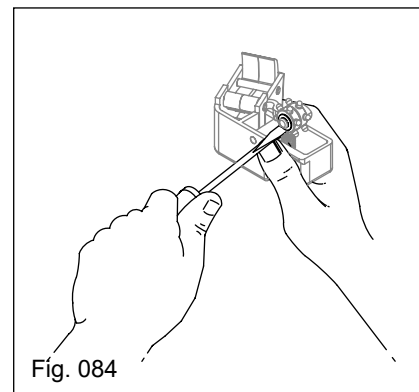

Fig. 084
- retire o anel de retenção da roldana (Fig. 084) e em seguida retire a(s) roldana(s) existente(s);